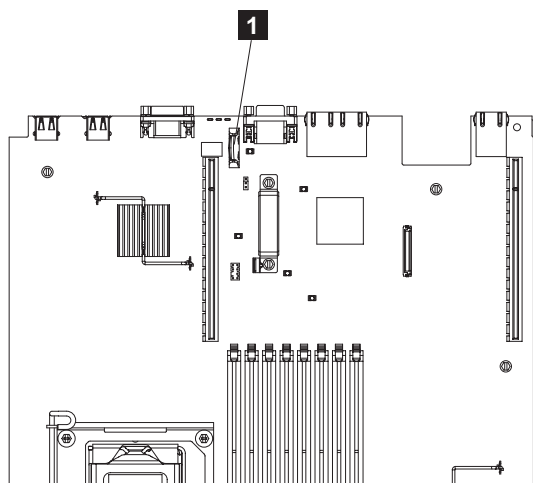

図 129. SAN ボリューム・コントローラー 2145-CG8 または 2145-CF8 CMOS バッテリー・ホルダーの位置
7. システム・ボード上のバッテリー **1** を見つけます。図 129 には、このバッテリーのロケーションを記載してあります。